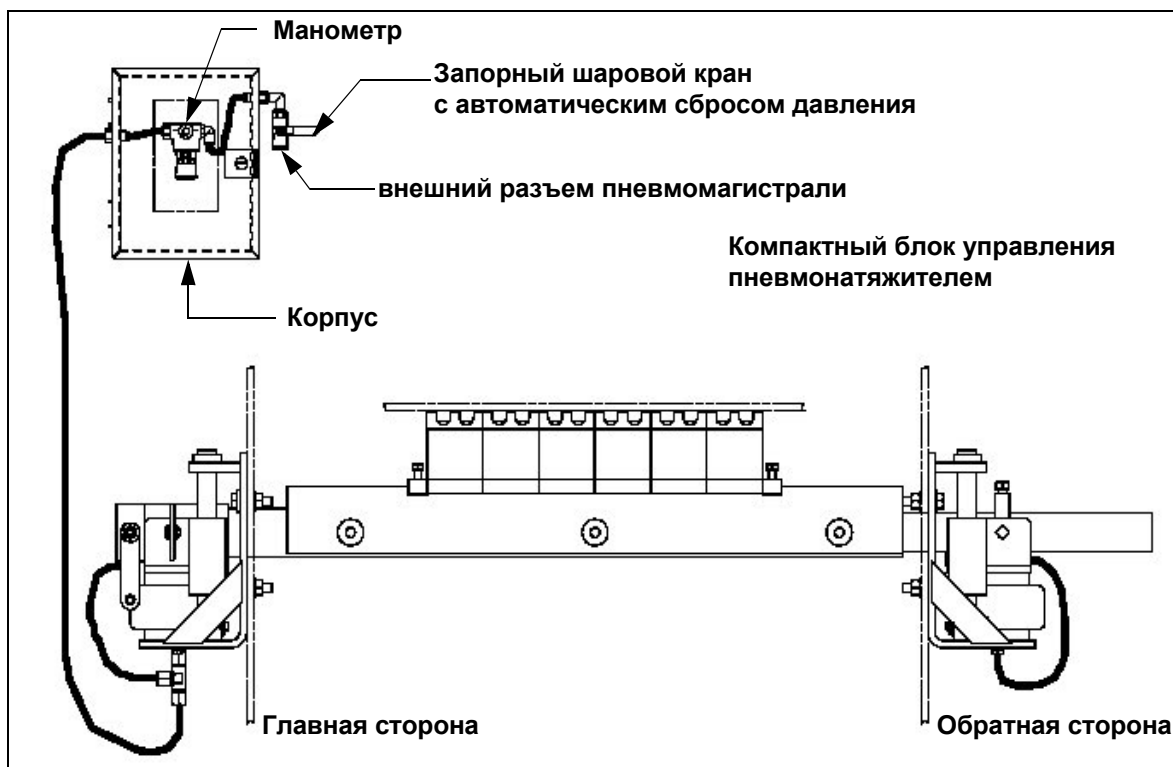

Рисунок 5: Настройка пневматического натяжителя
Только для пневмонатяжителей: Следите за тем, чтобы крепление для пневмошланга крепилось под винтом. Затяните винт фиксатора оси на обратной стороне. См. рис. 5 на стр. 19.
14. Подключите к разъемам пневмошланг, разъемы находятся с нижней стороны монтажной консоли на дне лотка. См. рис. 5 на стр. 19.
Для возникновения усилия прижима пластин скребка к ленте в составе пневмонатяжителей на каждой монтажной консоли используется гофра с пневмошлангом. Настройка скребка и усилия прижима автоматически регулируются путем изменения давления. См. рис. 5.